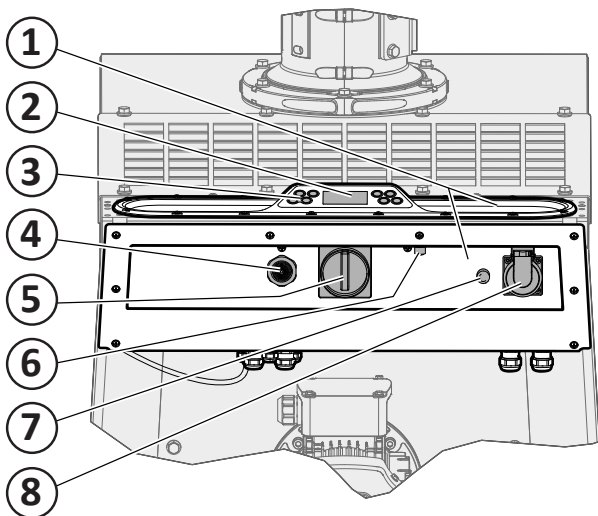
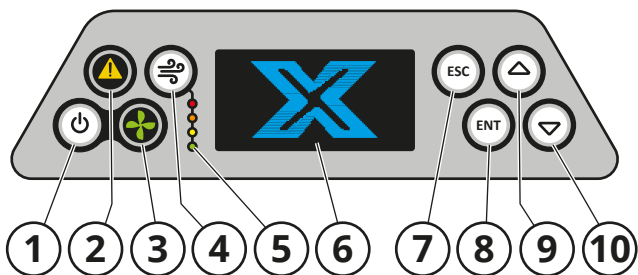

Fig. 16
Fig. 17
Siehe Fig. 16.
Am Bedienfeld (Fig. 16) sitzen Steuerung, Schalter, Anschluß für Zangenfühler sowie Anschluß 230 V AC mit Sicherungsautomat. Das Bedienfeld fungiert auch als Griff beim Verfahren und als Ablage.
Siehe Fig. 17.
Sobald die Maschine mit dem Schalter (5, Fig. 16), leuchtet das Display (6, Fig. 17) auf. Wenn auf dem Display EINSTELLUNGEN und INSTANDHALTUNG erscheinen, ist die Steuerung einsatzbereit. Der Ventilator wird mit dem Start/Stopp-Taste Ventilator gestartet/gestoppt (1). Der ordnungsgemäße Betrieb wird durch die Anzeigeleuchte Ventilator (3) angezeigt. Wenn der Luftstrom zu gering ist, erlischt die Anzeigeleuchte und ein akustischer Alarm ertönt.
AUTO Stecker Start. Einstellung zum Starten/Stoppen des Ventilator Motors mit einem an Netzanschluß 230 V angeschlossenen Werkzeug (Pos 8, Fig. 16). Die Wahl erfolgt mit der Navigationstaste.
Bei der Wahl von **AUTO Reinigung ON** im Einstellungs-menü erfolgt automatisch eine Filterpatronenreinigung während des Betriebs. Die automatische Filterpatronenreinigung erfolgt zwischen voreingestellten Druckabfällen. Die Filterstatus-Anzeigeleuchten an der Steuerung (**Fig. 17**, Pos. 5) zeigen den Verschmutzungsgrad des Filtermediums an. Eine Offline-Reinigung erfolgt auch 20 Minuten nach dem Ausschalten des Ventilator-motors. Wenn die Filterpatrone voll und der Luftstrom zu niedrig ist, setzen akustischer Alarm und Warnanzeige ein Signal ab (2).